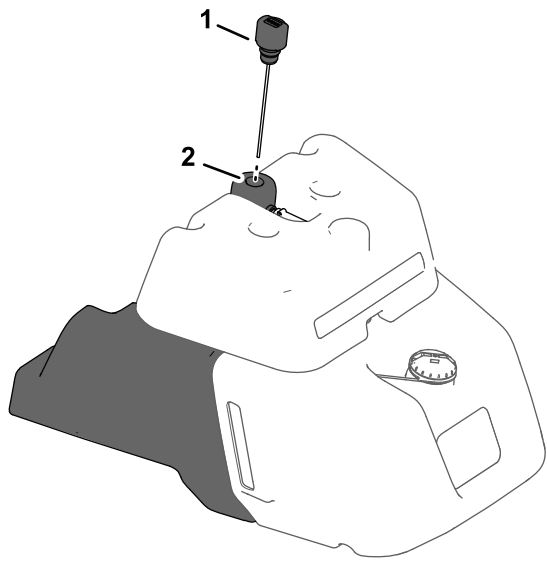

图38
- 如果机器在燃油油箱侧面有一个燃油目测油位计请找到液压油箱顶部液压系统的量油尺图38然后转至步骤 5。